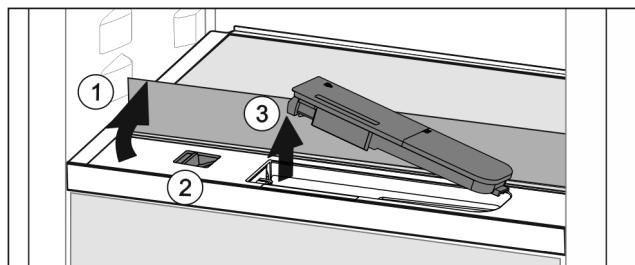

Fig. 87
- Підняти скляну панель і відкинути до упору назад Fig. 87 (1).
- Посуньте повзунок Fig. 87 (2) уліво.
- Вийняти бак для води Fig. 87 (3).